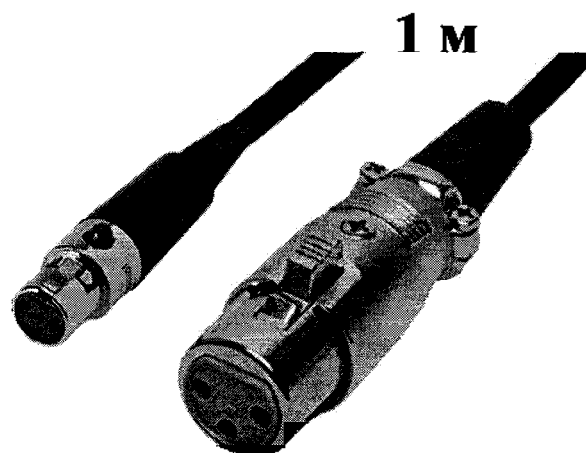

Рисунок 13 – Соединительный шнур блока управления с генератором.
3.6.4 Соединительный шнур блока управления с блоком генератора (рис.13) – предназначен для передачи управляющего сигнала от блока управления генератору.